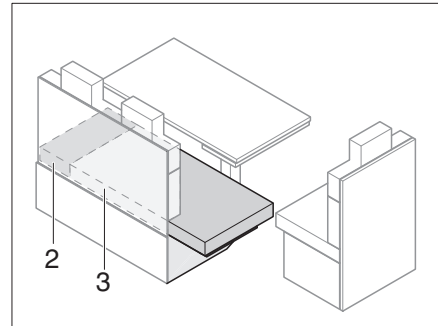

Bild 149 Efter förstoringen
- Dra sittdynorna (Bild 149,3) på sittbänksförlängningen.
- Skjut in extradynan (Bild 149,2) mellan sittdynorna (Bild 149,3) och ytterväggen.
- Ta bort extradynor (Bild 149,2).
- Dra sittdynor (Bild 149,3) på sittbänken.